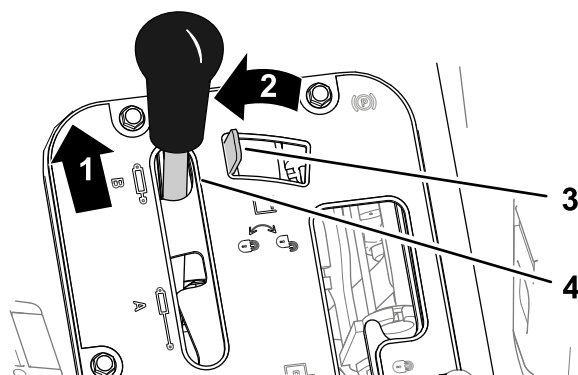
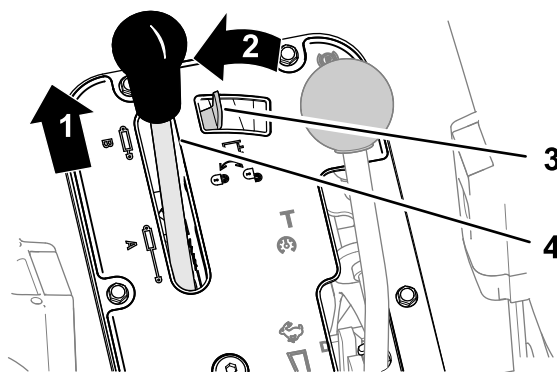

Figura 90
Figura 91
1. Spingete in avanti la leva di sollevamento idraulico (Figura 90 o Figura 91).
2. Spostate il bloccaggio del sollevamento idraulico a sinistra per innestare il bloccaggio (Figura 90 o Figura 91).